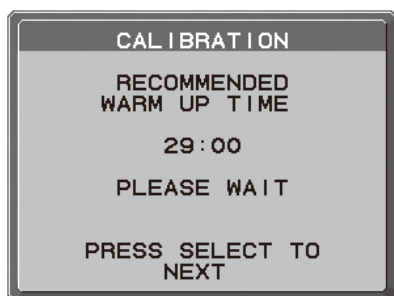

図 1
液晶ディスプレイの電源を入れてから30分以内にキャリブレーションをおこなおうとすると確認画面が表示されます。(図1) キャリブレーション実行時、ZERO CALIBRATION のメッセージが表示され (図2)、10 秒ほど画面が暗くなった後、ZERO CALIBRATION がおこなわれます。
- 入力信号がない状態で、キャリブレーションをおこなう場合は、左右ボタンを同時に長押ししてください。図 1 または図 4 のキャリブレーション画面が表示されます。